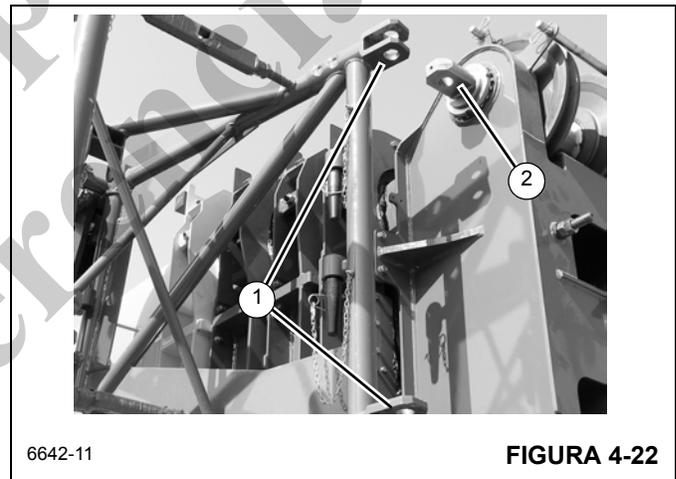

FIGURA 4-22
11. Utilice el cable guía para girar la extensión a su posición y alinee las orejetas de la extensión (1) (Figura 4-22) con los orificios de las orejetas de la punta de la pluma (2).